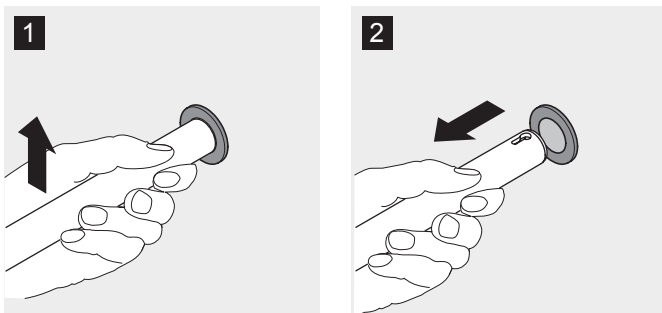

図15: 商品陳列用アタッチメントの取り外し
3. 商品陳列用アタッチメント/取り付けブラケット(図15/1)を少し持ち上げ、ホルダーセットから引き抜きます(図15/2)。